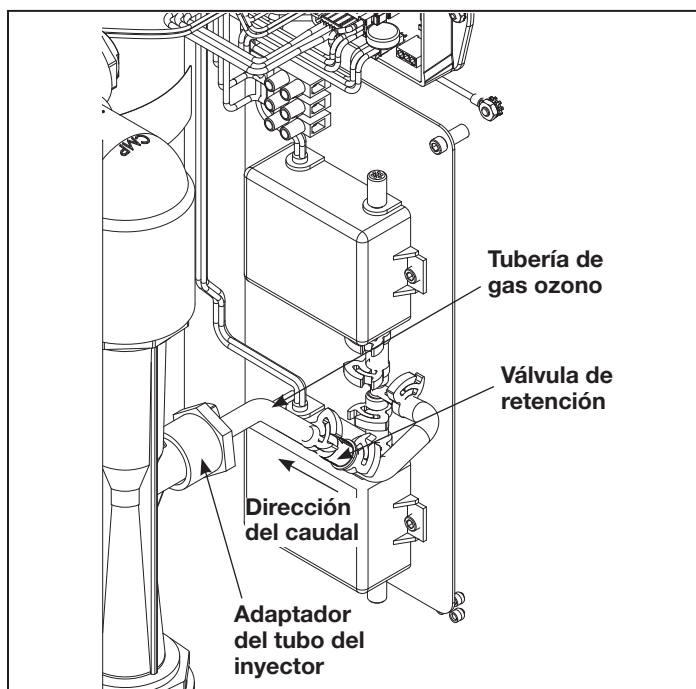

Figura 12. Vista de ángulo general del sistema generador de ozono
El inyector aspira el gas de los módulos de ozono a través de la tubería de gas ozono hacia el agua. La válvula de retención de ozono (consulte Figura 12: Vista en ángulo) en esta tubería evita que el agua regrese a los módulos de ozono cuando el sistema AOP Jandy no está funcionando.
Este componente conecta la tubería de gas ozono al colector del inyector (consulte Figura 12: Vista en ángulo). Cuando realice tareas de servicio en este componente, no apriete más de 10 in-lb (1,13 Nm) para evitar daños en el componente.
3. Desconecte el módulo de ozono rastreando el cableado de alimentación del módulo de ozono hasta el conector más cercano y desenganchando la pestaña del gancho en el conector. Consulte la Figura 12.